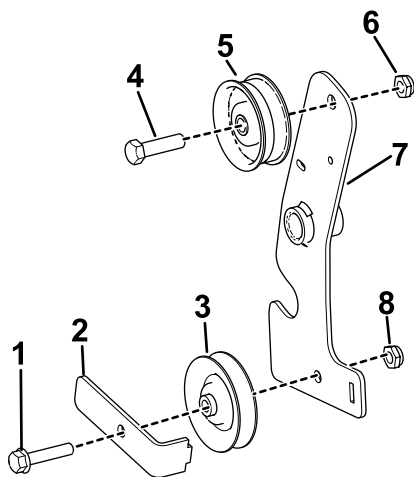

Рисунок 17
- A. Установите плоский натяжной шкив на верхнюю часть рычага муфты тягового привода, закрепите болтом (3/8 x 1 3/8 дюйма) и контргайкой (3/8 дюйма) (Рисунок 17).
- B. Установите V-образный натяжной шкив, приводной ремень и направляющую ремня на нижнюю часть рычага тягового привода, закрепите новым болтом (5/16 x 1 1/2 дюйма) и контргайкой (5/16 дюйма) (Рисунок 17).